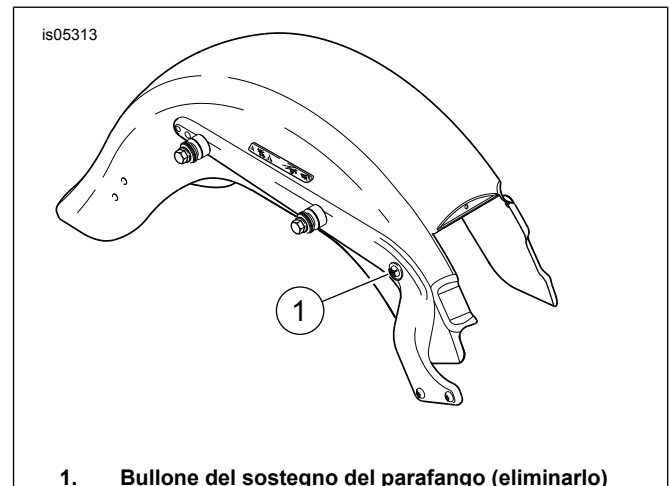

Figura 1. Rimuovere la bulloneria di ancoraggio
2. Vedere Figura 1. Rimuovere ed eliminare il bullone anteriore più avanzato del sostegno del parafrangente (1). Ripetere queste operazioni sul lato opposto.